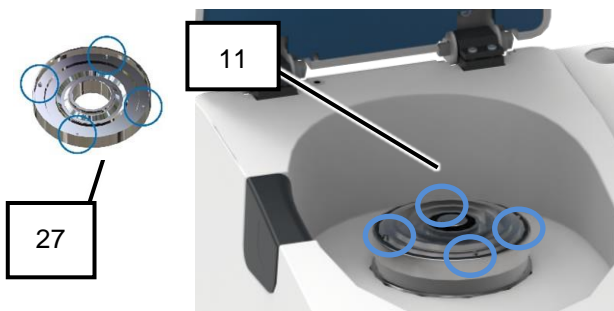

图20：含有转子轴的内腔
4. 围绕转子轴(11)安放曲径式垫片(27)(图20)。
5. 注意正确配合扭转止动装置(图20)。